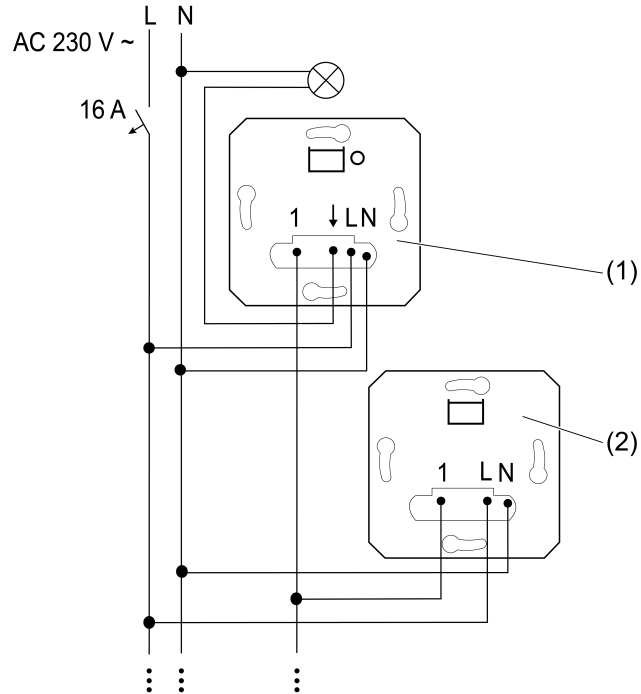
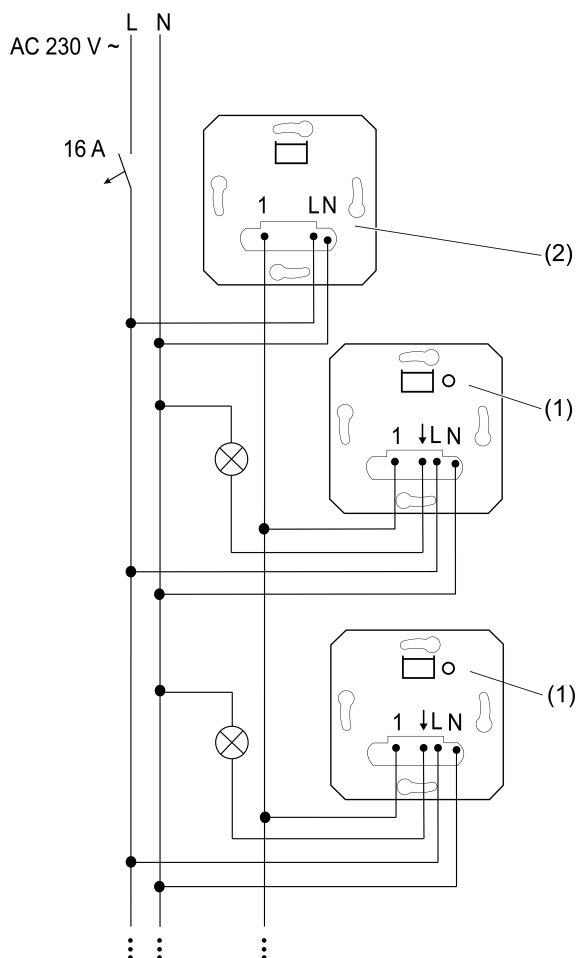
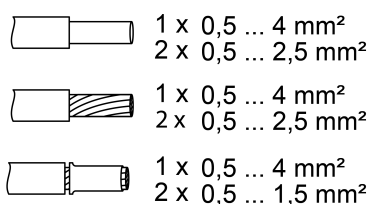

Bild 1: Anschlussplan 3-Draht-Nebenstellen an einer Hauptstelle
Bild 2: Anschlussplan mehrere Hauptstellen an einer 3-Draht-Nebenstelle für die zentrale Steuerung
Bild 3: Klemmbare Leitungsquerschnitte
- i** Es können bis zu fünf 3-Draht-Nebenstellen (2) an einer Hauptstelle (1) angeschlossen werden (Bild 1).
- i** Es können bis zu fünf gleiche oder unterschiedliche Hauptstellen (1) gemeinsam von einer 3-Draht-Nebenstelle (2) gesteuert werden (Bild 2).
- Nebenstelle (2) gemäß Anschlussplan anschließen (Bild 1) und (Bild 2). Dabei klemmbare Leitungsquerschnitte beachten (Bild 3).